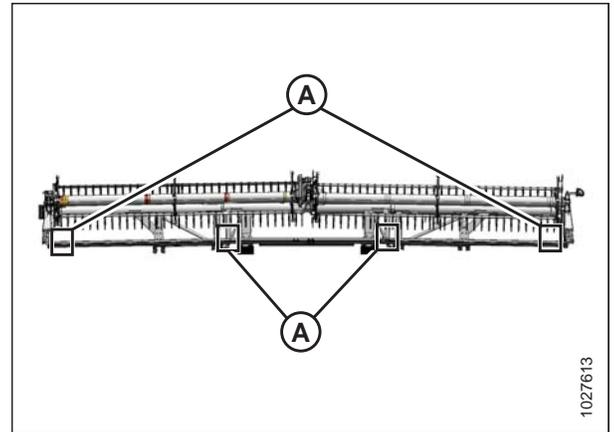

Figure 6.54: Emplacements de mesure
- Figure 6.54, page 143 – Plateforme® FlexDraper